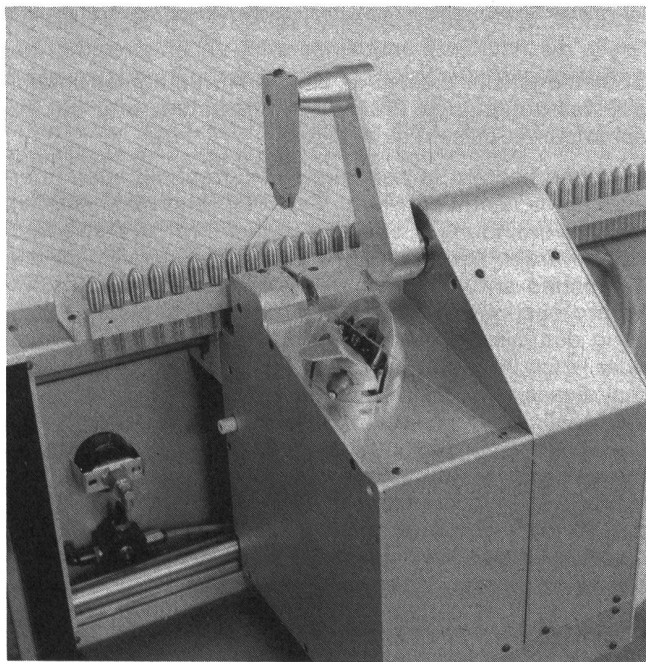

Bild 3
Solche Einschränkungen gelten nicht für einen neuen universellen Spulenwechsler (Modell II), der anlässlich der ITMA 1987 in Paris von Texttechno vorgestellt wurde (Bild 3). Dieses Gerät verwendet einen konventionellen Knoter aus einer automatischen Kreuzspulmaschine, der sich in gleicher Weise für ungedrehte und gedrehte Filamentgarne wie für Fasergarne eignet. Das Anknoten erfolgt hier am stillstehenden Faden. In einer Sonderausführung wird der Wechsler mit einem in Fadenlaufrichtung nachgeschalteten Speicherfournisseur ausgestattet. Da derartige Fournisseure intermittierend arbeiten, kann die Anknotphase so in die Aufwickelphase des Fournisseurs gelegt werden, dass auch während des Anknotens ausgangs des Wechslers ein kontinuierlicher Fadenlauf möglich ist (2).